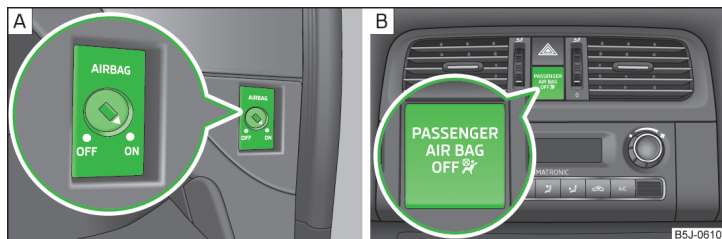

Abb. 12 Schlüsselschalter für Beifahrer-Frontairbag / Kontrollleuchte für Beifahrer-Frontairbag
› Die Kontrollleuchte **OFF**  » Abb. 12 auf Seite 21 -  leuchtet nach dem Einschalten der Zündung auf.
- › Mit dem Schlüssel den Schlitz des Schlüsselschalters vorsichtig in die Position **OFF** » Abb. 12 -  drehen.
- › Prüfen, ob nach dem Einschalten der Zündung die Kontrollleuchte **OFF**  unter dem Schriftzug **PASSENGER AIR BAG** » Abb. 12 -  leuchtet.
- › Mit dem Schlüssel den Schlitz des Schlüsselschalters vorsichtig in die Position **ON** » Abb. 12 -  drehen.
- › Prüfen, ob nach dem Einschalten der Zündung die Kontrollleuchte **OFF**  unter dem Schriftzug **PASSENGER AIR BAG** » Abb. 12 -  nicht leuchtet.